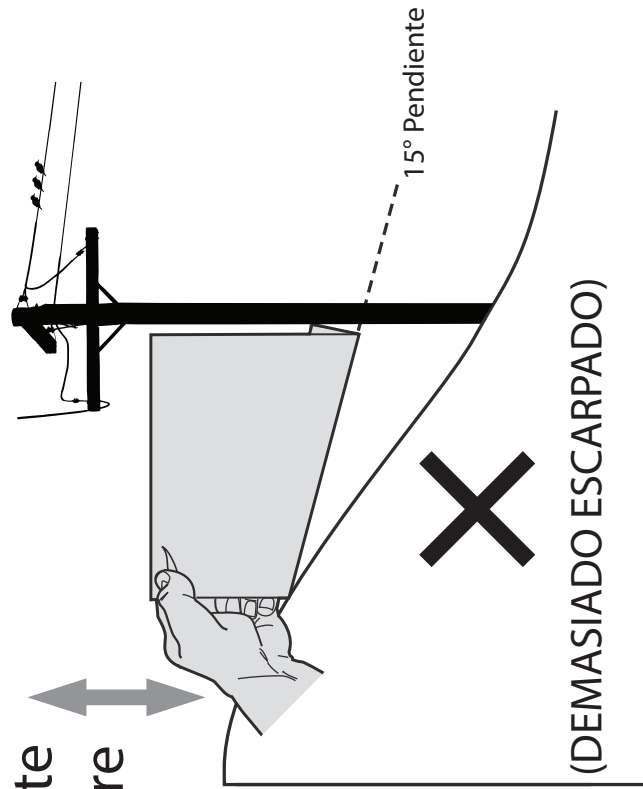

Figura 2
3. Alinee cada lado del medidor de pendiente con el objeto vertical (consultar Figura 1 y Figura 2).
4. Ajuste el medidor de pendientes arriba o hacia abajo hasta que toque la esquina izquierda de la pendiente (consultar Figura 1 y Figura 2).
5. Si hay un espacio por debajo del medidor de pendientes, la pendiente es demasiado inclinada para una operación segura (consultar Figura 2).